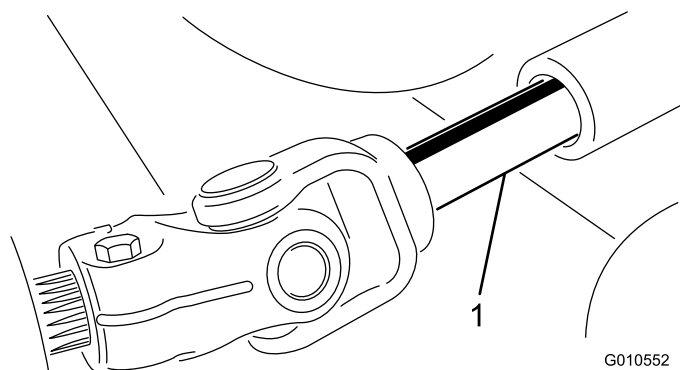

Figura 20
5. Aleje la unidad de corte de la unidad de tracción, separando las secciones macho y hembra del árbol de la toma de fuerza (Figura 20).
3. Introduzca el árbol macho de la toma de fuerza en el árbol hembra de la toma de fuerza (Figura 20).